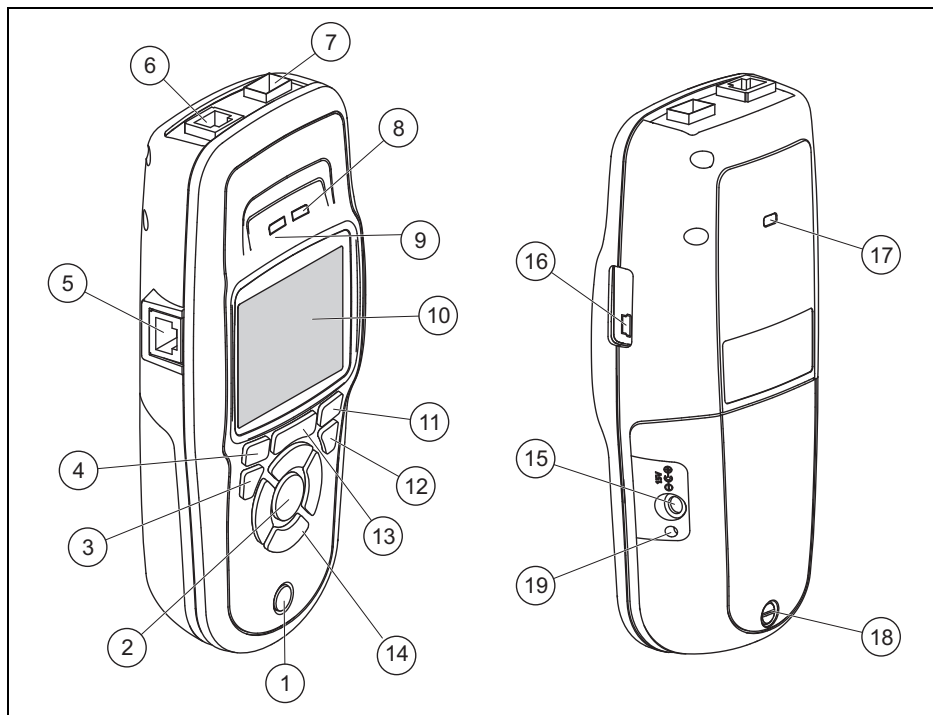

图 1. LinkRunner AT 的物理特性
要为锂离子电池充电，请将交流适配器连接至电池连接器（请参阅 图 1 序号 ⑮）。测试仪在电池充电时也可以使用。